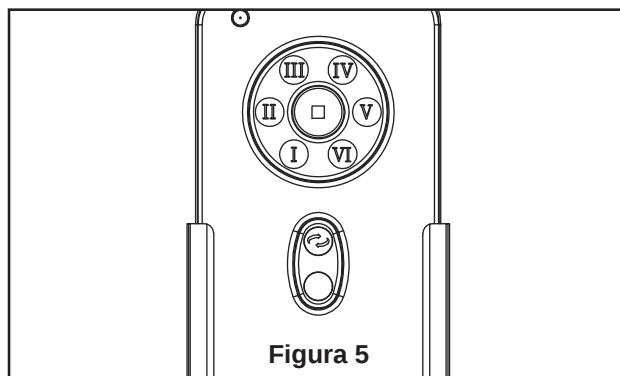

Figura 5
5. Funciones del mando a distancia: (Figura 5)